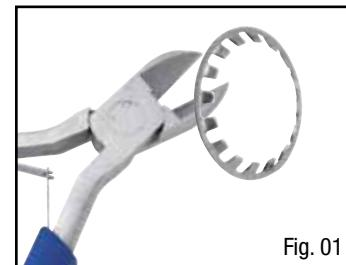

Fig. 01
- C) Couper la rondelle de Belleville B à l'aide d'une petite pince coupante à bec (Fig. 01) du commerce et la remplacer par une rondelle neuve.
- C) Den Federring B mit einer handelsüblichen kleinen Blechscheren durchschneiden (Abb. 01) und durch einen neuen Federring ersetzen.